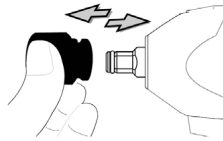

Рис. 1
1. Чтобы установить торцевую головку, вставьте ее в приводной шпиндель до упора (см. рис. 1).